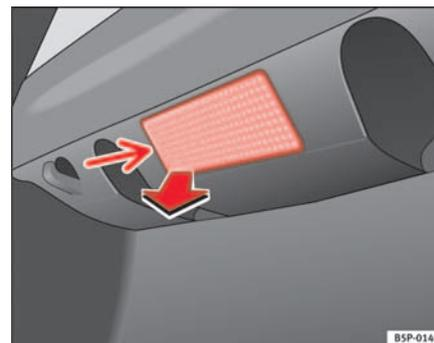

Fig. 187 Feu du coffre à bagages
- Retirez la tulipe en faisant pression sur le rebord de la partie intérieure de celle-ci - flèche - à l'aide d'un tournevis plat ⇒ fig. 187. ►